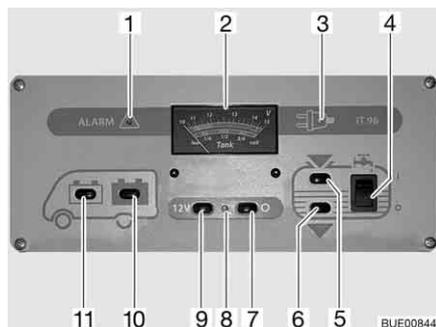

Fig. 151 Panneau de contrôle IT 96-2
L'interrupteur principal 12 V (Fig. 151,7 et 9) établit ou coupe le panneau de contrôle et l'alimentation 12 V de la cellule.
Mise en marche : ■ Appuyer sur le commutateur (Fig. 151,9) "12 V" : L'alimentation 12 V de la cellule est assurée. Le voyant de contrôle (Fig. 151,8) s'allume en vert.
Mise hors service : ■ Appuyer sur le commutateur (Fig. 151,7) "O" : L'alimentation 12 V de la cellule est coupée. Le voyant de contrôle (Fig. 151,8) s'éteint.
Observer sur l'indicateur de charge/de niveau de réservoir (Fig. 151,2), la graduation supérieure. L'indicateur s'éclaire automatiquement dès qu'un commutateur est actionné.
- Appuyer sur le commutateur (Fig. 151,11) : La tension de la batterie de démarrage est affichée.
- Appuyer sur le commutateur (Fig. 151,10) : La tension de la batterie de cellule est affichée.
Observer sur l'indicateur de charge/de niveau de réservoir (Fig. 151,2) la graduation inférieure. L'indicateur s'éclaire automatiquement dès qu'un commutateur est actionné.
■ Appuyer sur le commutateur (Fig. 151,5)  : Le niveau du réservoir d'eau est affiché.
■ Appuyer sur le commutateur (Fig. 151,6)  : Le niveau du réservoir d'eaux usées est affiché.
Mise en marche : ■ Commutateur à bascule (Fig. 151,4) vers le haut "I" : L'alimentation en eau est activée.
Mise hors service : ■ Commutateur à bascule (Fig. 151,4) vers le bas "O" : L'alimentation en eau est désactivée.
Le voyant d'alerte rouge "ALARM" (alarme) (Fig. 151,1) clignote dès que la charge de la batterie de cellule descend en dessous de 11 V (mesurée en marche) et qu'il y a risque de décharge profonde des batteries.
Le voyant de contrôle 12 V (Fig. 151,8) s'allume dès que l'interrupteur principal 12 V (Fig. 151,9) est enclenché.
Le voyant de contrôle jaune 230 V (Fig. 151,3) s'allume si l'arrivée du bloc électrique est sous tension de réseau.